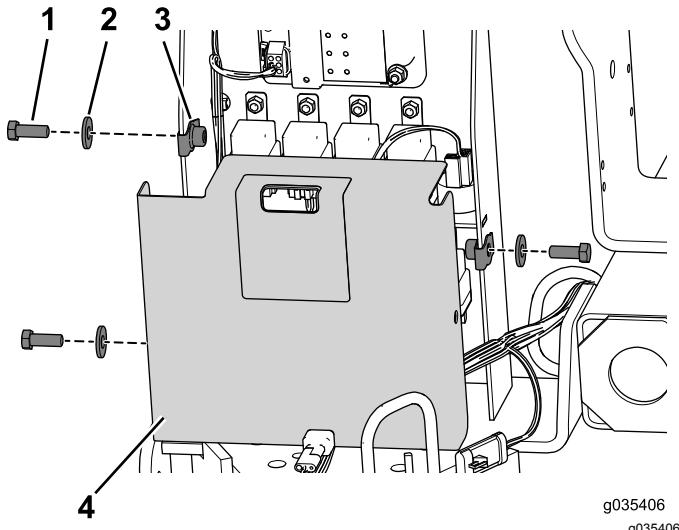

図 1
1. コンパートメントカバーを固定している金具類を外して、カバーを外す図1。